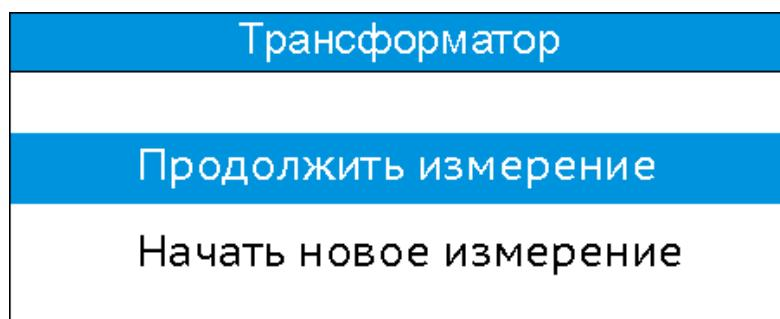

Рис. 17. Диалоговое окно продолжения измерений в режиме «Трансформатор».
**5.3.4.** Если в текущем сеансе работы прибора (после включения питания) уже выполнялись измерения в данном режиме, то соответствующее диалоговое окно (рис. 17) предоставит возможность их продолжить, либо, при необходимости, начать новые.